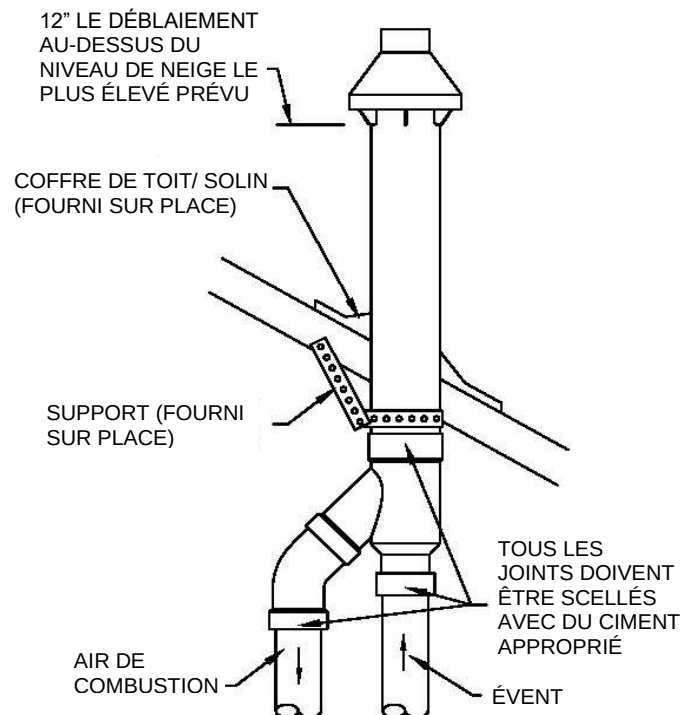
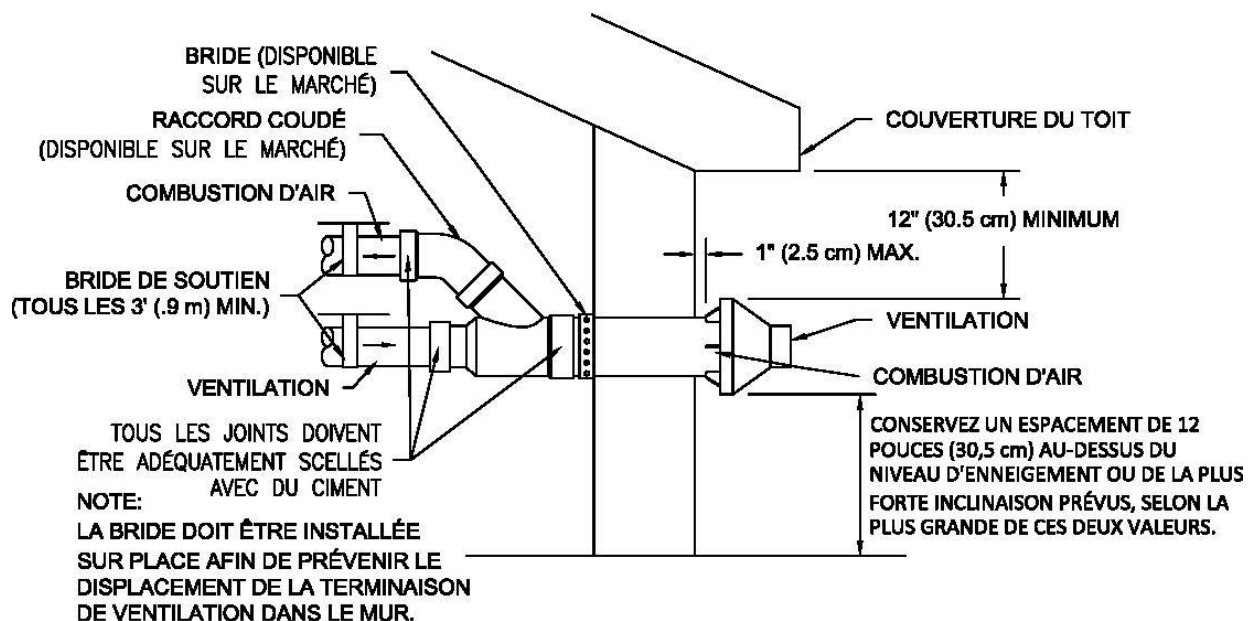

Figure 23 — Fixation d'évents concentriques sur le toit
Figure 24 — Fixation à la paroi latérale de l'évent concentrique
6. Fixez l'assemblage à la structure du toit comme indiqué à la figure 23 à l'aide d'un cerclage métallique fourni par le terrain ou d'un matériau de support équivalent.
Assurez-vous que la hauteur de la terminaison est au-dessus de la surface du toit ou de la chute de neige prévue (voir figure 23).
8. Tuyaux d'air de combustion et d'évent du réchauffeur de ciment vers un ensemble de raccords en Y concentrique (figure 21). Voir la figure 23 pour une fixation correcte des tuyaux.
7. Fixez l'assemblage à la structure comme le montre la figure 23. Assurez les autorisations comme indiqué dans la figure 24.
8. Tuyaux d'air de combustion et d'évent du réchauffeur de ciment vers un ensemble de raccords de borne en Y concentrique. Voir la figure 24 pour une fixation correcte des tuyaux.